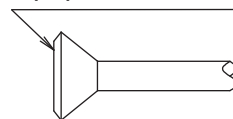

Рис. 13
- При присоединении гайки раструба покрывайте часть раструба (и внутри, и снаружи) эфирным или сложноэфирным синтетическим маслом, поверните гайку три или четыре раза вручную и затем затяните ее ключом. **(См. рис. 13)**